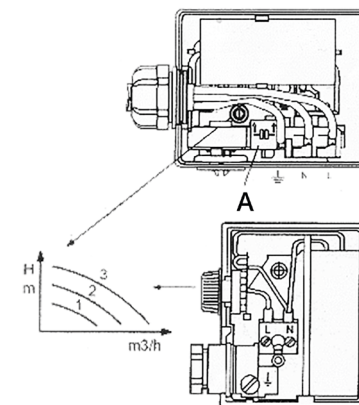

рис. 7
Для замены конденсатора, снимите зажим, закрепляющий провода конденсатора (рис. 7 (A)); вытащите их и введите провода нового конденсатора. Характеристики указаны шильдике (µF). Надавите на зажим, чтобы их зафиксировать.